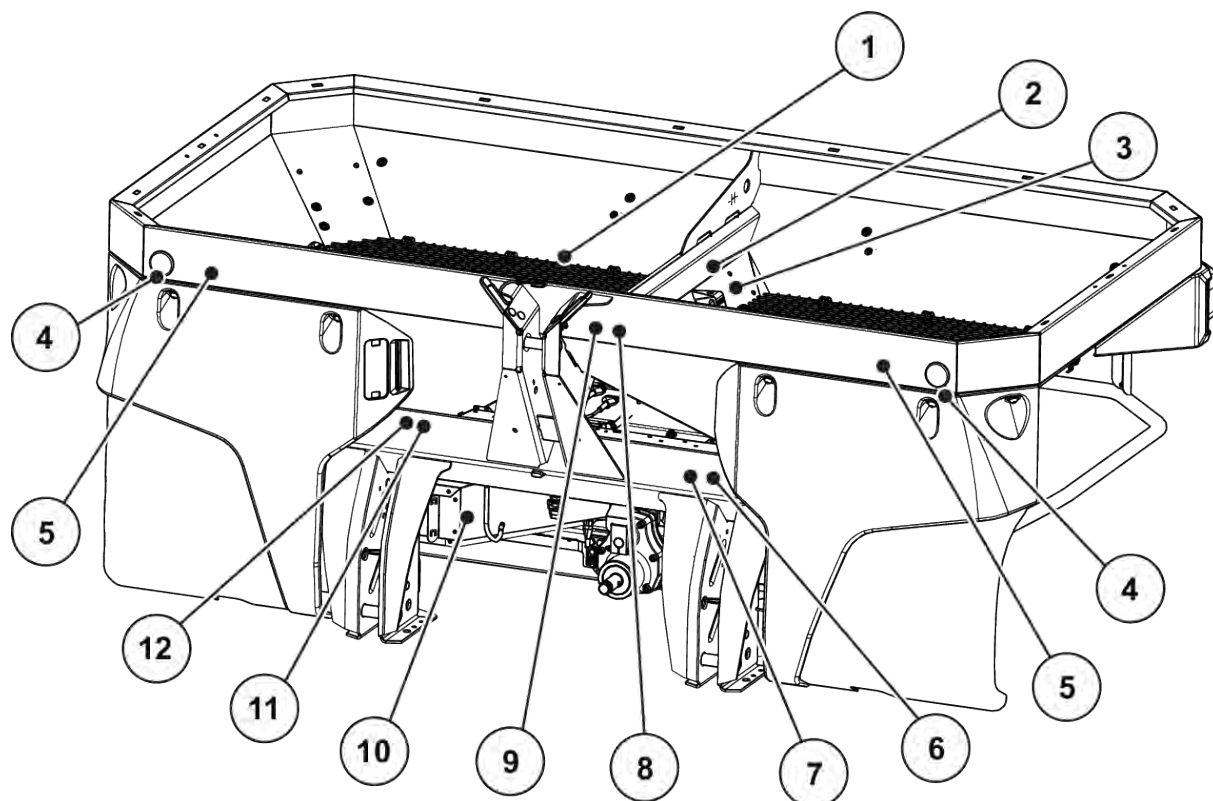

Fig. 2: Skyddsanordningar, dekaler med varningar och instruktioner, framsida
Maskinen är från fabrik utrustad med ett belysningssystem och identifiering fram, bak och på sidan (montering på maskinen, se Fig. 2 Skyddsanordningar, dekaler med varningar och instruktioner, framsida).
- skyddsanordningar – se *Fig. 2 Skyddsanordningar, dekalerna med varningar och instruktioner, framsida*